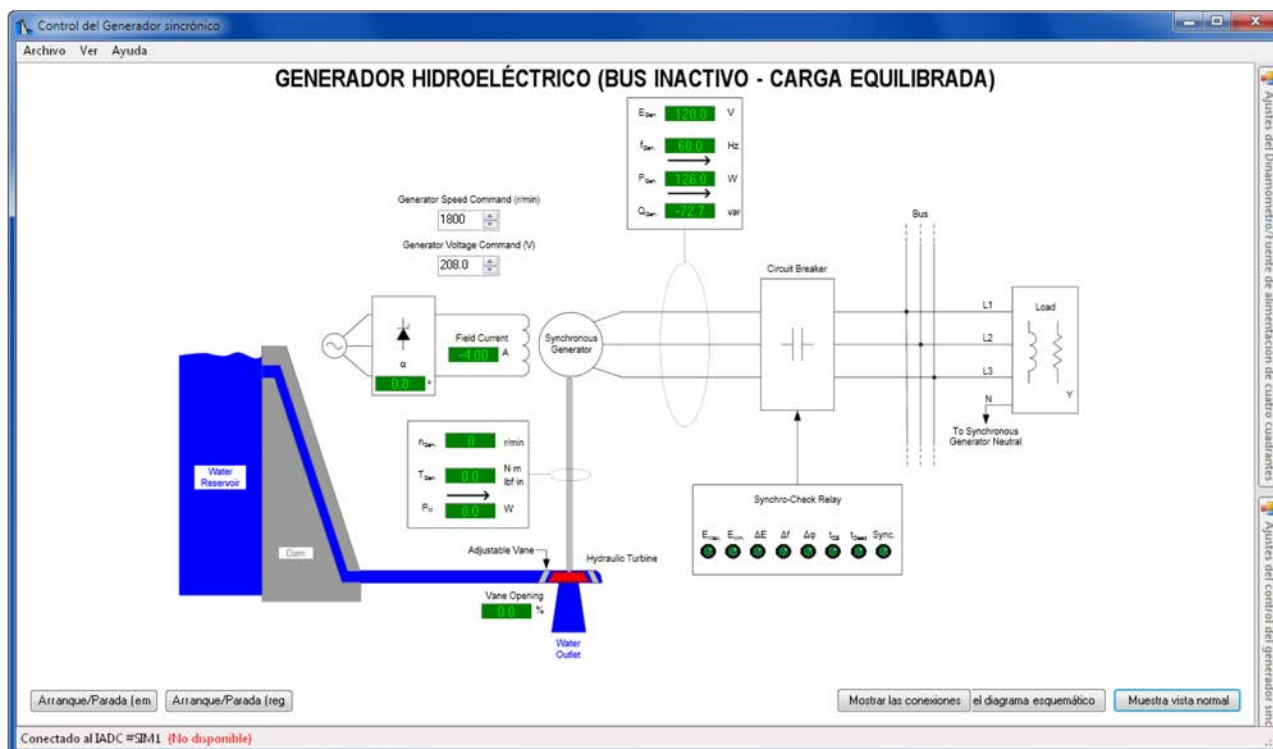

Figura 14. Vista SCADA de la función *Generador hidroeléctrico (Bus inactivo - Carga equilibrada)*.
- Al hacer clic en el botón *Muestra vista SCADA* aparece una vista SCADA del generador hidroeléctrico, como se ve en la figura 14. Esta contiene botones adicionales, entre otros, para poner en marcha y detener el emulador y el controlador del generador.